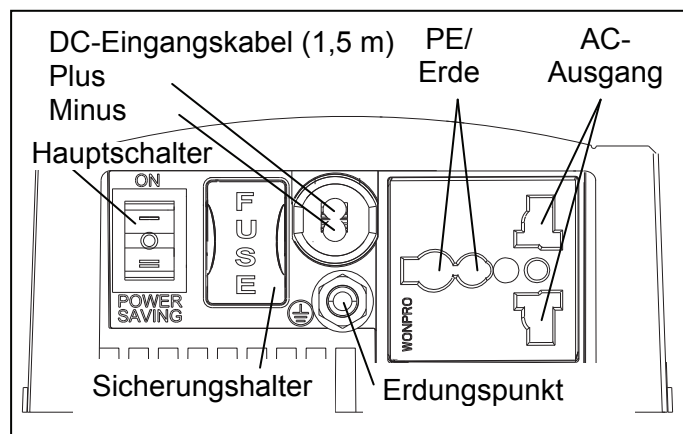

Abbildung 7: Überblick über die Anschlüsse
- Gehäuse-Erdung: Verwenden Sie ein Kabel AWG8 / 6 mm², um den ERDUNGSPUNKT (Abbildung 7) an die zentrale Erdung anzuschließen.
Der Nullleiter N des AC-Ausgangs (Abbildung 7) wird NICHT an den Erdungspunkt angeschlossen!
3. AC-Spannung: die Last kann direkt in den AC-Ausgang gesteckt werden (Abbildung 7).